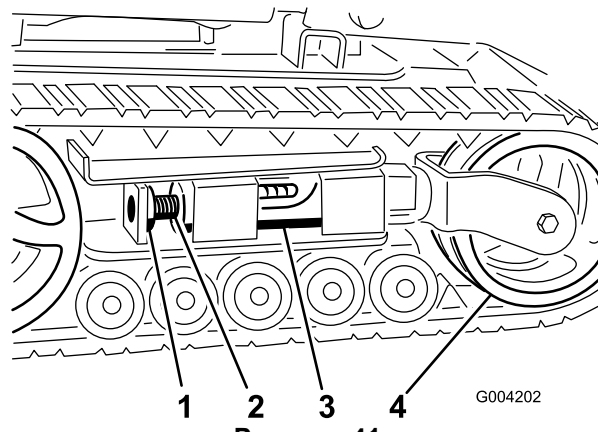
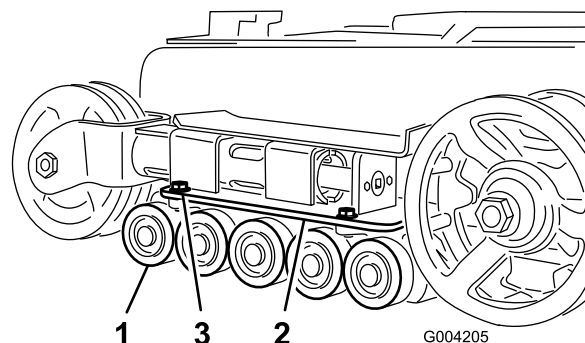

Рисунок 41
**Рисунок 43**
3. Отвинтите зажимной болт и гайку (Рисунок 41).
5. Совместите ближайшую выемку в натяжном винте с отверстием в зажимном болте и закрепите винт при помощи зажимного болта и гайки (Рисунок 41).
4. Используя сменную головку размером 1/2 дюйма, ослабьте натяжение привода, вращая натяжной винт по часовой стрелке (Рисунок 41 и Рисунок 42).
- Отвинтите зажимной болт и гайку (Рисунок 41).
- Используя сменную головку размером 1/2 дюйма, ослабьте натяжение привода, вращая натяжной винт по часовой стрелке (Рисунок 41 и Рисунок 43).
- Надавите на натяжной каток в направлении задней части тягового блока, чтобы придвинуть трубу вилки к каркасу (Рисунок 43). (Если она не касается каркаса, продолжайте вращать натяжной винт до тех пор, пока труба вилки не приблизится вплотную к каркасу.)
- Отвинтите гайку, которая крепит внешний натяжной каток, и снимите каток (Рисунок 43).
7. Снимите гусеницу (Рисунок 43).
8. Отвинтите гайку, которая крепит внутренний натяжной каток, и снимите каток (Рисунок 43).
12. Установите внутренний натяжной каток и закрепите его отвинченной ранее гайкой (Рисунок 43).
14. Установите новую гусеницу на ведущее колесо. Звенья гусеницы должны находиться между зубьями средней части колеса (Рисунок 43).
15. Установите внешний натяжной каток и закрепите его отвинченной ранее гайкой (Рисунок 43).